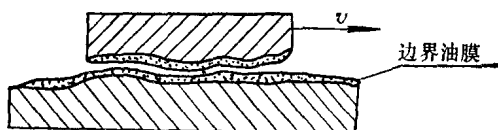

图 2-8 边界摩擦
3. 边界摩擦（即边界润滑）两个运动着的物体表面仅有一层极薄的润滑剂，此时处于干摩擦和流体摩擦的边界状态，叫边界摩擦（见图 2-8）。这种摩擦对工作表面的磨损，将大大超过流体摩擦。